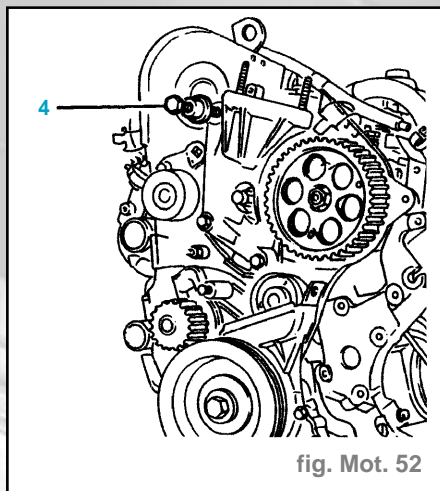

fig. Mot. 52
- Déposer : (fig. Mot. 52 et 53)
- la vis (10) du pignon d'arbre à cames,
- le pignon (11),
- les vis (12) et (13).